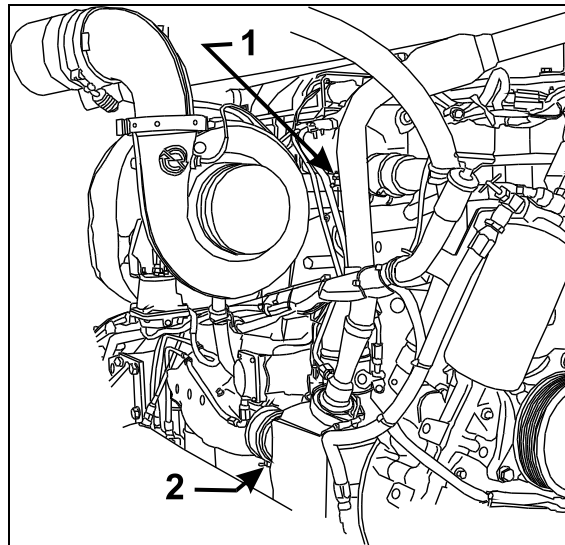

FIGURE 4: ROBINETS DE VIDANGE DU MOTEUR 05088
- Ouvrir le robinet de vidange situé au bas du logement de thermostats afin de vidanger le liquide de refroidissement emprisonné au-dessus des thermostats (1, Fig. 4).
- Ouvrir le robinet de vidange du moteur (2, Fig. 4).